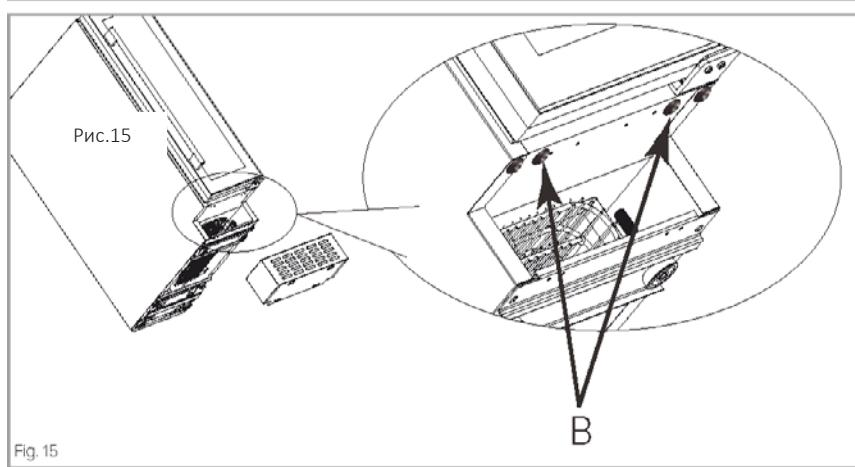

Fig. 15
6. Открутите винты, показанные стрелками и обозначенные буквой "B" на рис. 15. Они не нужны.